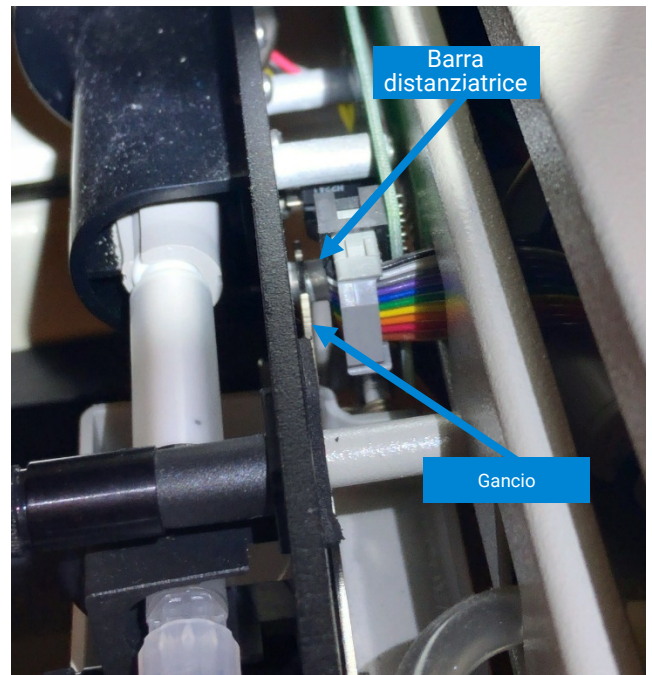

Figura 6.
- Con la mano destra, far scorrere il gancio della staffa del vassoio per siringhe sulla barra distanziatrice, Figura 6